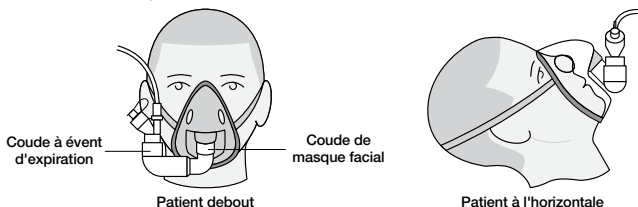
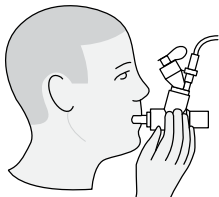

Figure 11. Raccordement à un masque
Figure 12. Raccordement à un embout buccal
Remarque : Pour une utilisation avec d'autres accessoires, se rapporter aux figures 11, figure 12 et figure 13.
2. Faire pivoter le coude à évent d'expiration pour l'adapter à la position du patient (figure 11).
Lors de l'utilisation d'un embout buccal, raccorder le nébuliseur à la pièce en T puis raccorder la pièce en T à l'embout buccal en emboîtant solidement les pièces l'une dans l'autre comme illustré à la figure 12.
Avertissement : Pour garantir le bon déroulement de la nébulisation, maintenir le nébuliseur en position verticale (figures 11 et 12).